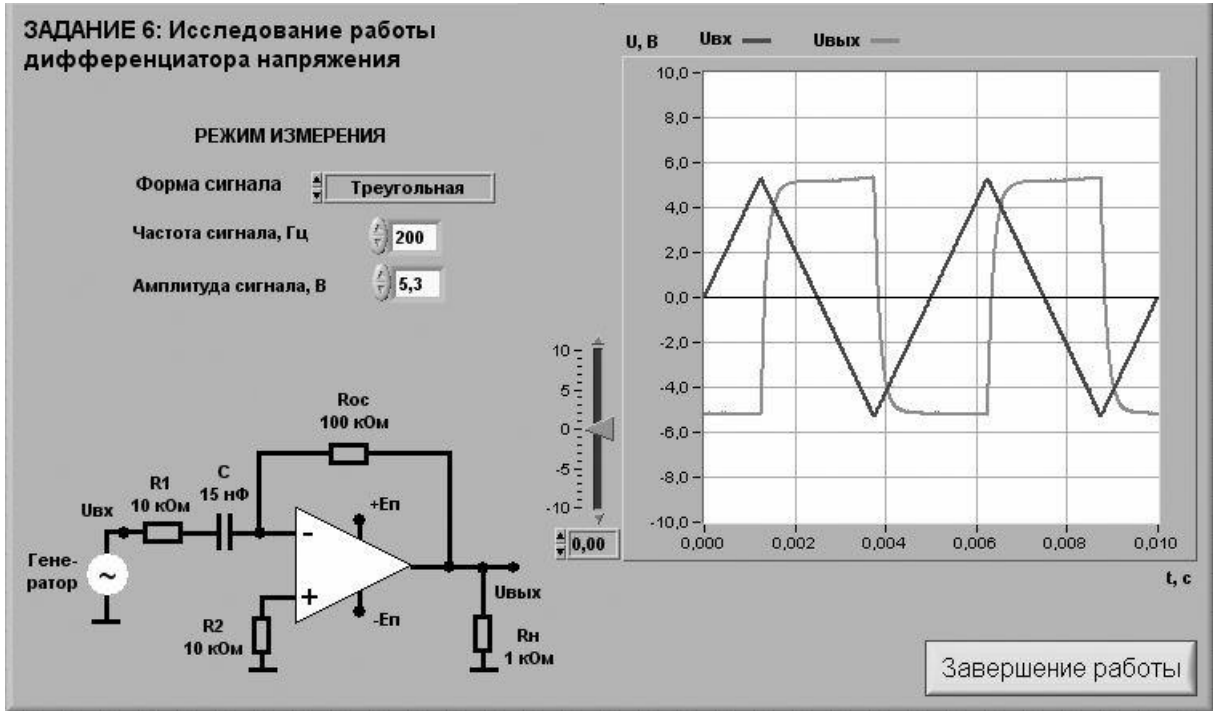

Рис. 2.18. Лицевая панель ВП при выполнении задания 6
5.4. Нажмите на передней панели ВП кнопку «Перейти к заданию 6», на экране появится лицевая панель ВП, необходимая для выполнения задания 6 (рис.2.18).